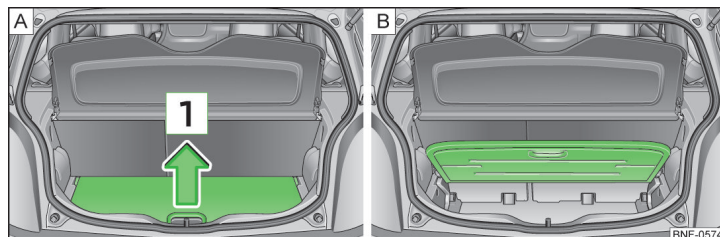

Fig. 70 Variabel bundplade: Åbning / Opklapning
- Tag fat i bundpladen ved grebet **1**, og løft den helt op i pilens retning » Fig. 70 – **A**.